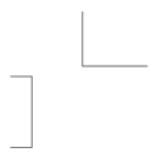

图8-21 删除线段
- 06 调用E【删除】命令，删除线段，结果如图8-21所示。